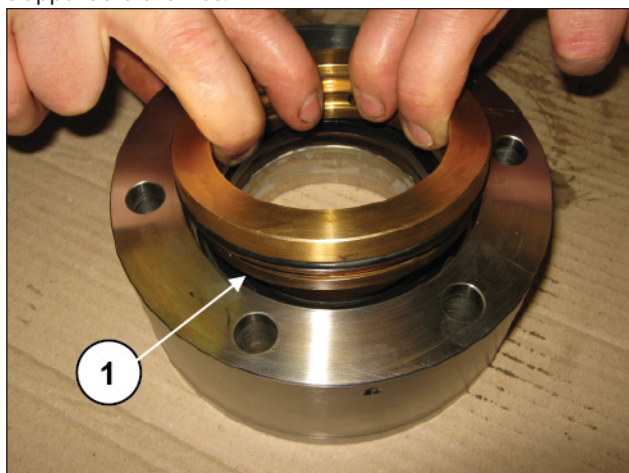
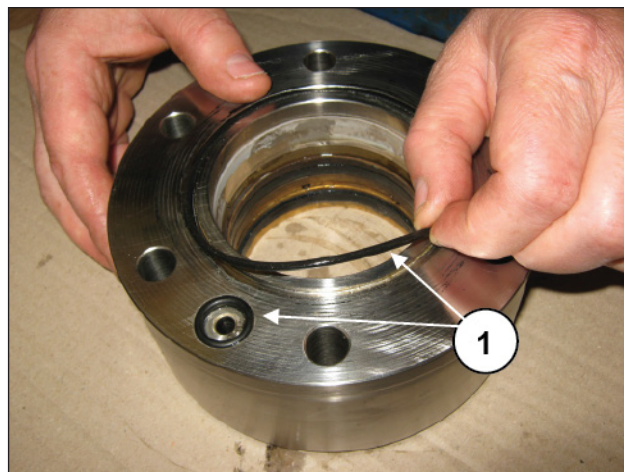

Fig. 225
Fig. 226
Monter le support des joints sur la chemise (rep. ①, Fig. 225), monter les joints toriques (rep. ①, Fig. 226) sur la surface d'appui de la chemise.